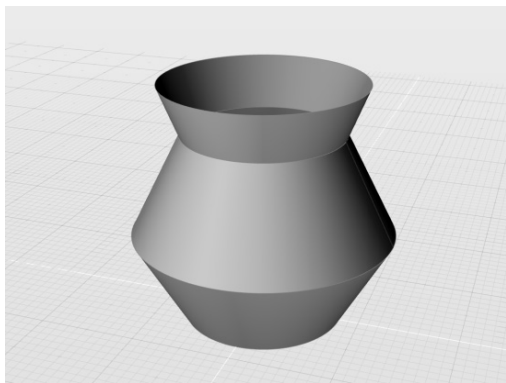

图 4-105 绘制旋转曲面
- 2) 使用“旋转”工具，利用该折线绘制一个旋转曲面，如图 4-105 所示。